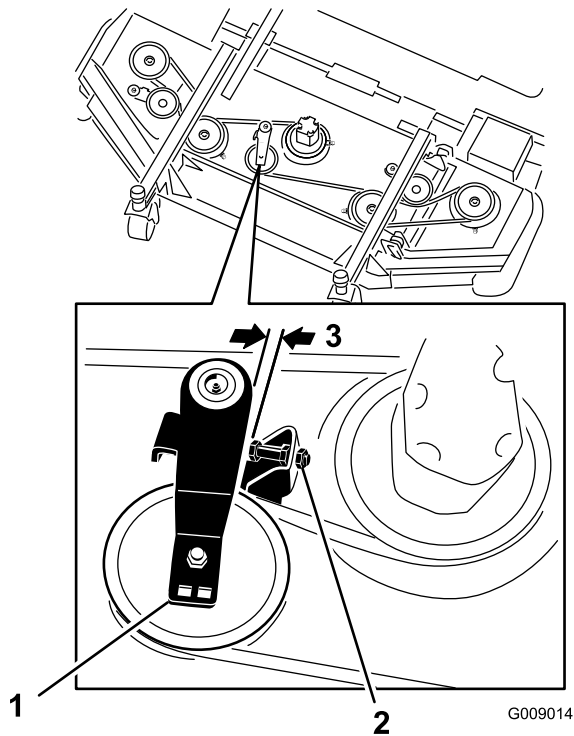

Bild 81
2. Lösen Sie am Frontmähwerk die Klemmmuttern an der Anschlagschraube der Spannscheibe und drehen Sie die Anschlagschraube in die Halterung (Bild 81).
3. Schieben Sie die Spannscheibe mit einem Schraubenschlüssel oder einem ähnlichen Werkzeug (Bild 81) vom Treibriemen und lassen Sie den Riemen von der Getriebespannscheibe rutschen.